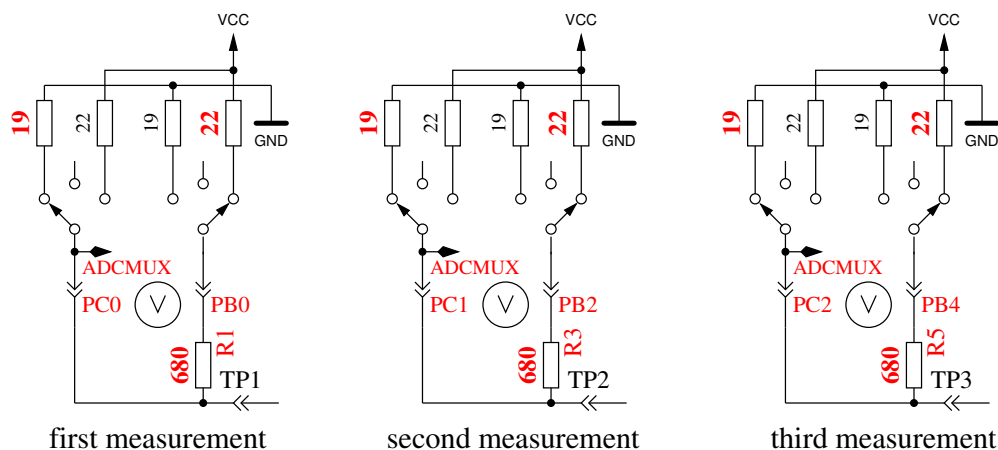

Рис. 5.66. Измерение внутреннего сопротивления порта С подключением выходных контактов к GND
8. **Измерение внутреннего сопротивления порта подключением выходных контактов к GND.** Этот и следующие тесты будут проведены, если выбрана опция AUTO_CAL. Внутреннее сопротивление порта C с выходами, подключенными к GND, измеряется по току через подключенные к VCC (+5 V) резисторы $680\ \Omega$, смотри рисунок 5.66. Могут быть измерены только три вывода порта АЦП. Внутреннее сопротивление портов В (PB0, PB2 и PB4) не может быть измерено без изменения аппаратных средств. Будем считать,